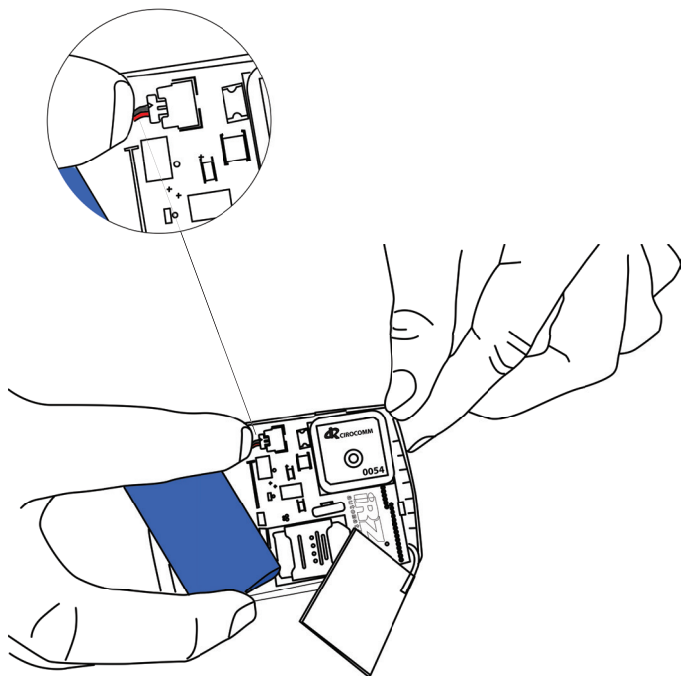

рис. 9
3.4. Установить разъем батареи в плату контактами вверх так, чтобы черный провод оказался к краю платы. (см. рис. 9).